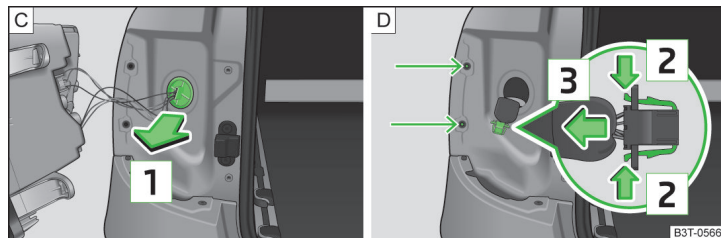
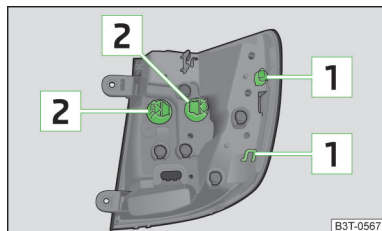

Fig. 207 Demontarea garniturii/ conectorul lămpii
Fig. 208
- Scoateți garnitura din cauciuc în sensul săgeții **1** » fig. 207 - **C**.
- Detașați cablajul împreună cu conectorul » fig. 207 - **D**.
- Comprimați ambele tastele de blocare în sensul săgeții **2** » fig. 207 - **D**.
- Montați garnitura din cauciuc pe caroserie, în sens contrar săgeții **1** » fig. 207 - **C**.
- Introduceți blocul optic spate cu orificiile **1** » fig. 208 la pagina 228 în bolțurile din caroserie » fig. 207 - **D**.
- Rotiți soclul becului **2** » fig. 208 în sens antiorar și scoateți-l din carcasa lămpii.